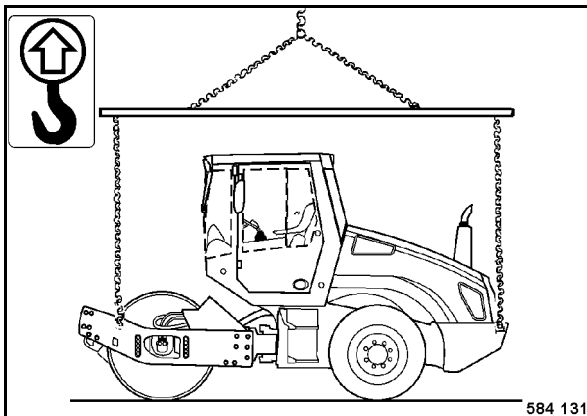

Fig. 86
- Para alzar hay que utilizar las cuatro armellas de elevación (Fig. 86) y un equipo de carga apropiado.